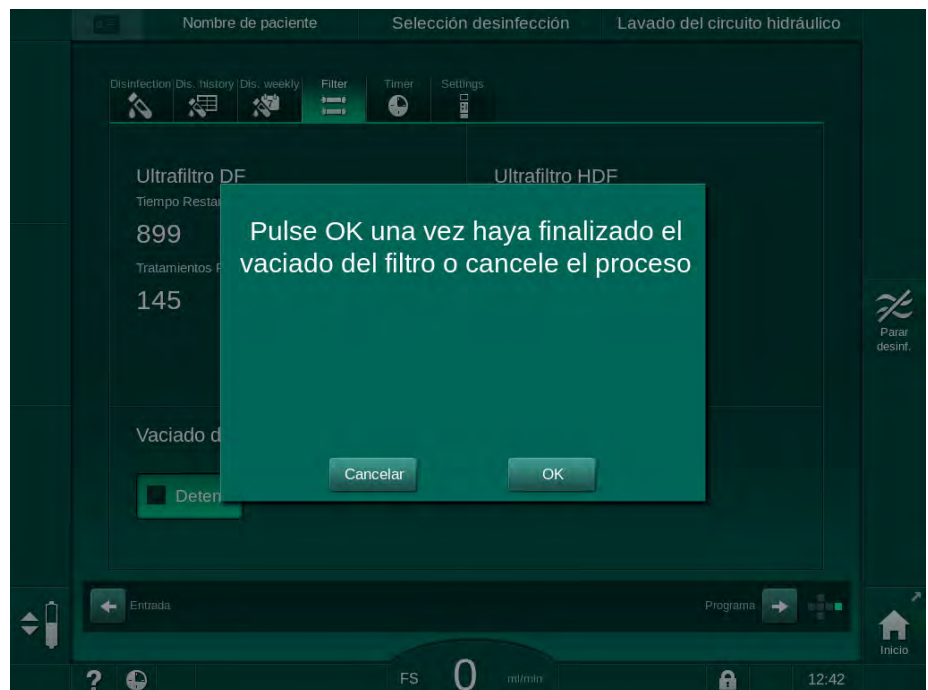

Fig. 7-3 Ventana de confirmación del cambio de filtro
14. Pulsar *OK* en la ventana de confirmación de cambio de filtro (Fig. 7-3) para confirmar el cambio de los filtros.
16. Comprobar si en el zócalo del equipo se ha acumulado líquido residual del cambio y, en caso necesario, retirarlo (véase Limpieza del zócalo y sensor de fugas (197)).